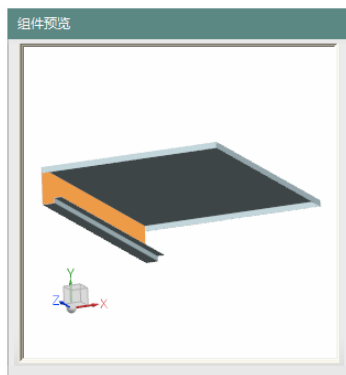

图 11-272 选择相配部件
(2) 在“添加组件”对话框中,设置“定位”为“通过约束”,单击<确定>按钮,打开“装配约束”对话框。选择“接触对齐”类型,在视图区选择相配部件和基础部件,如图 11-272 和图 11-273 所示。单击按钮。